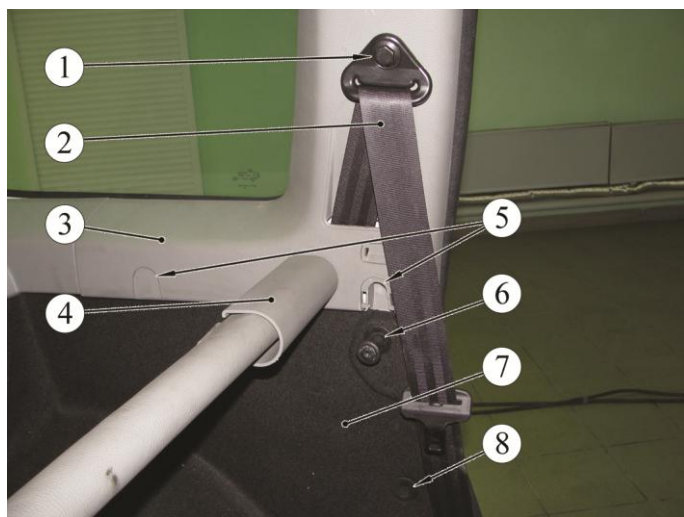
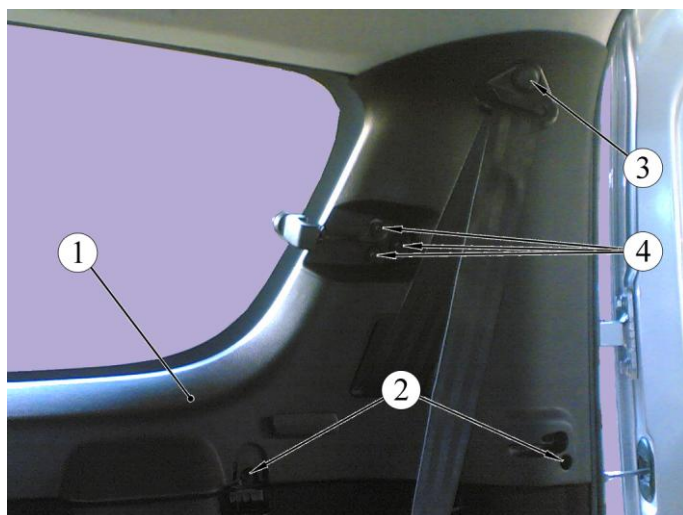

Рисунок 10-7 – Крепление обивки стойки задка:
Рисунок 10-10 – Крепление обивки стойки погрузочной двери:
Снять экран 4, рисунок 10-7, багажного отделения, преодолевая сопротивление его выдвигающей пружины.
- с правой или левой стороны отвернуть три винта 4, рисунок 10-10, крепления замка форточек бокового окна (отвертка Torx T20);
Снять обивку 3 задней стойки (см. рисунок 10-7), снять обивку 1 стойки погрузочной двери (см. рисунок 10-10), отвести в сторону обивку боковины, отвернуть болт 1, рисунок 10-14, крепления инерционной катушки 2 ремня безопасности, снять ремень (головка сменная 17, вороток, удлинитель).